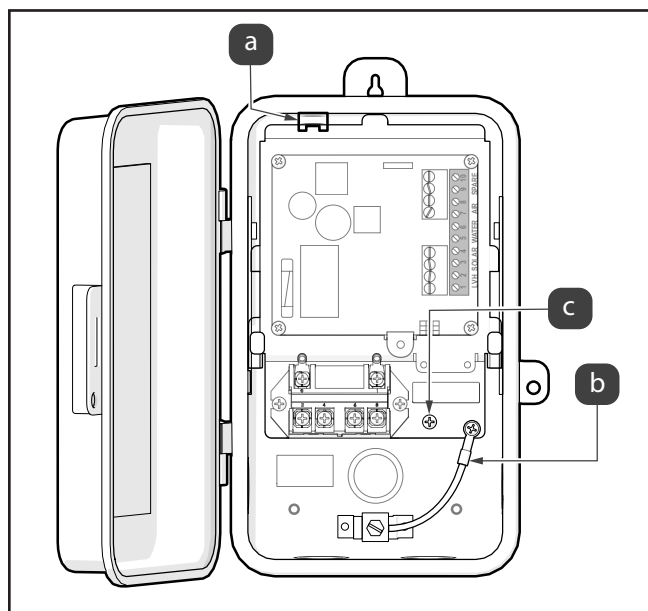

Figure 11. Montage et mise à la terre du châssis TCX
5. Poussez sur le châssis de l'AquaLink TCX jusqu'à ce que celui-ci s'enclenche sous la patte de montage, reportez-vous à la Figure 11 (a)
6. Raccordez le fil de mise à la terre à la vis verte située sur le mécanisme de l'AquaLink TCX, reportez-vous à la Figure 11 (b).
8. Si aucun clip à ressort n'est installé, fixez le châssis TCX à l'aide d'une vis de rétention, reportez-vous à la Figure 11 (c).